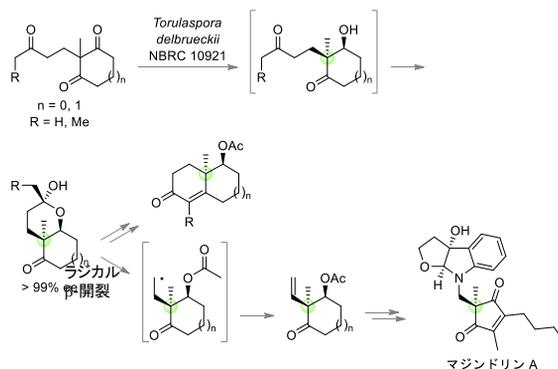

図2 微生物反応と有機合成を活用した
- ▶ プロキラルなカルボニル化合物に作用する微生物を探索し、酵母の一種 *Torulaspora delbrueckii* を選択し、不斉還元を行いました(図2)。
- ▶ 還元され生成したアルコールは、分子内環化反応を経て、光学的に純粋な二環性化合物へと変換しました。また、ラジカルb-開裂などの化学変換を開発し、インターロイキン6の活性阻害剤マジンドリン A の形式全合成に成功しました(図2)。